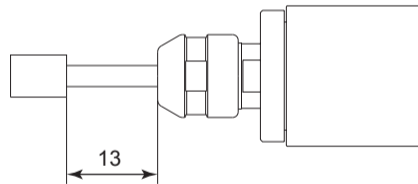

Fig. 45
- ① La velocità di superficie corretta per le macine generiche è di 10-30 m/s.
- ② Non superare i 13 mm di sporgenza per le mole montate come mostrato in fig. 45. Se la sporgenza deve superare i 13 mm, ridurre la velocità del motore in linea con la tabella 6.
- ③ Ravvivare la macina prima dell'uso.
- ④ Non utilizzare strumenti da taglio con gambi piegati o rotti, crepe o eccessivamente usurati.
- ⑤ Per la rettifica, la profondità massima di taglio non deve superare 0,01 mm radialmente o assialmente. Muovere in avanti e indietro lo strumento più volte dopo ogni passaggio per allentare la pressione sullo stesso.
- ⑥ Azionare gli strumenti rispettando sempre la velocità consigliata consentita. L'uso di uno strumento al di fuori della velocità consentita può causare danni al mandrino e lesioni all'operatore.
- ⑦ Mantenere puliti il gambo dello strumento e la pinza. Se i contaminanti vengono lasciati nella pinza o nel dado di serraggio, una loro eccessiva fuoriuscita causerà danni allo strumento e/o al mandrino.
- ⑧ Non urtare o smontare il mandrino motore.
- ⑨ Impostare gli strumenti per ridurre al minimo la sporgenza. La sporgenza massima per mantenere una precisione e una sicurezza elevate è di 13 mm.